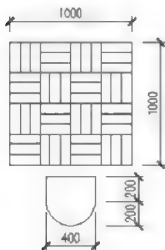

图 2.146 绘制餐桌和凳子
- (1) 绘制 $1000\text{mm} \times 1000\text{mm}$ 矩形, 绘制矩形右下角图案。
- (2) 执行 2 次环形阵列生成桌面图形。
- (3) 用定义相对坐标基点和【矩形】命令绘制凳子, 如图 2.146 所示修改。